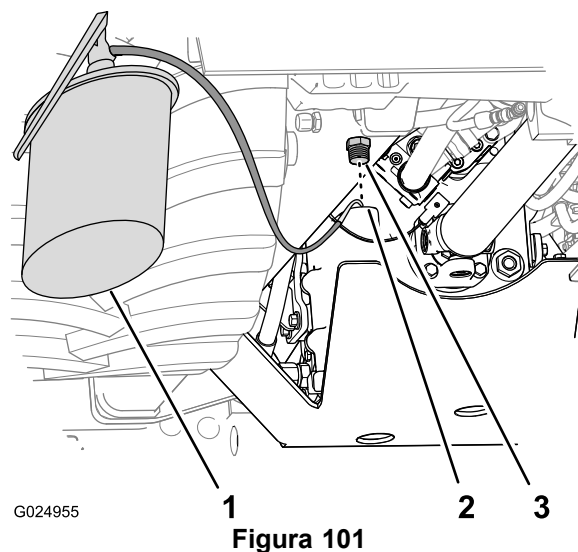

Figura 101
- Llene la transmisión de aceite del tipo especificado a través del orificio de llenado (Figura 101).